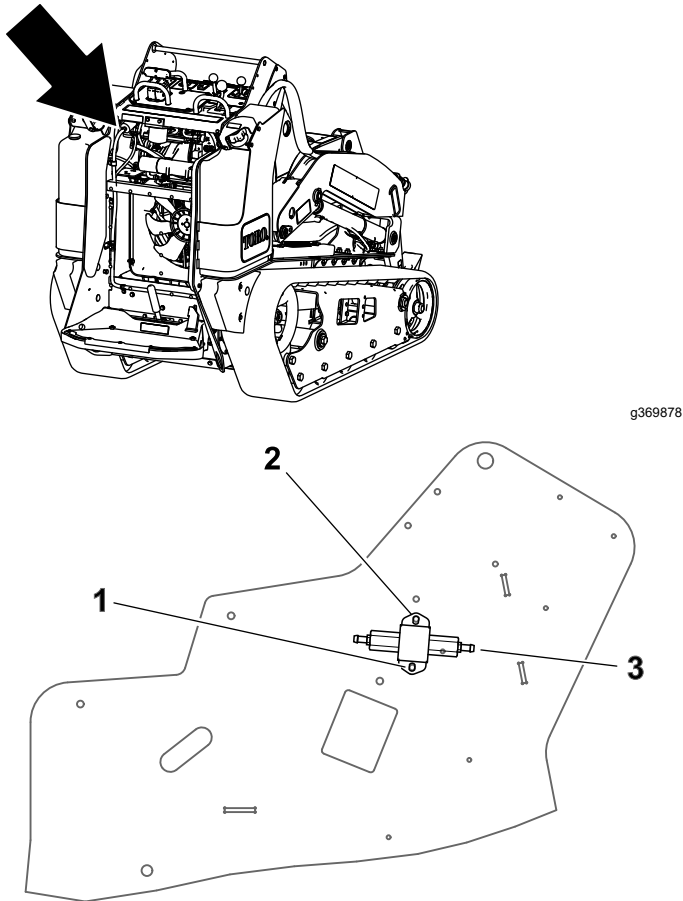
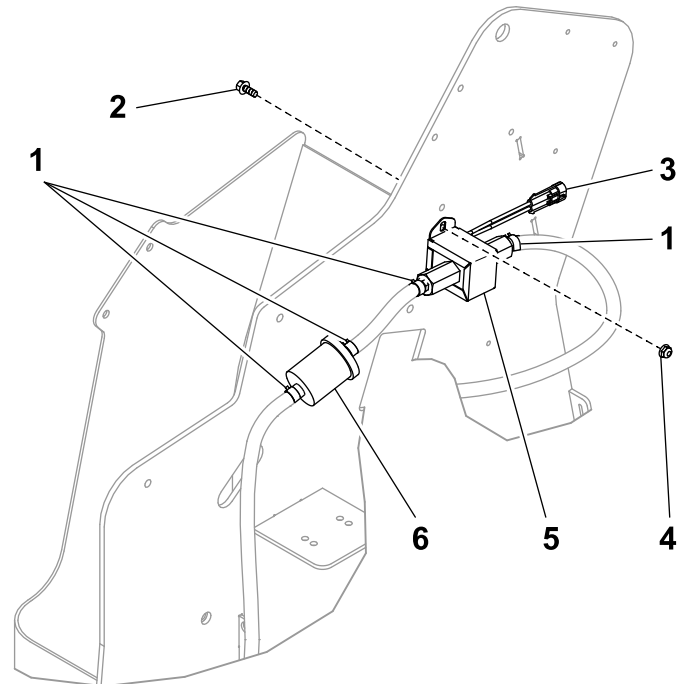

Figure 19
Figure 20
Utilisez la Figure 1, la Figure 19 et la Figure 20 pour cette procédure.
5. Fixez la nouvelle pompe à carburant en place à l'aide de 2 boulons (1/4" x 5/8") et 2 contre-écrous (1/4"), comme montré à la Figure 20.